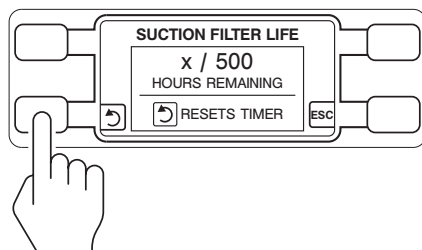

图 6 - 重新设定时钟数值
5. 将出现SUCTION FILTER LIFE屏幕。按压显示按钮 (RESETS TIMER (重新设定时钟)), 将当前过滤器寿命值更改为 500 hours (500小时) (图 6)。